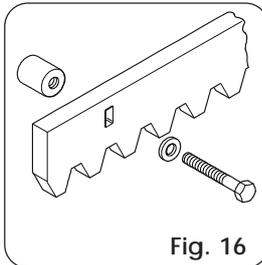

Fig. 16
**4.4.2. STEEL RACK TO BE BOLTED (Fig. 16)**